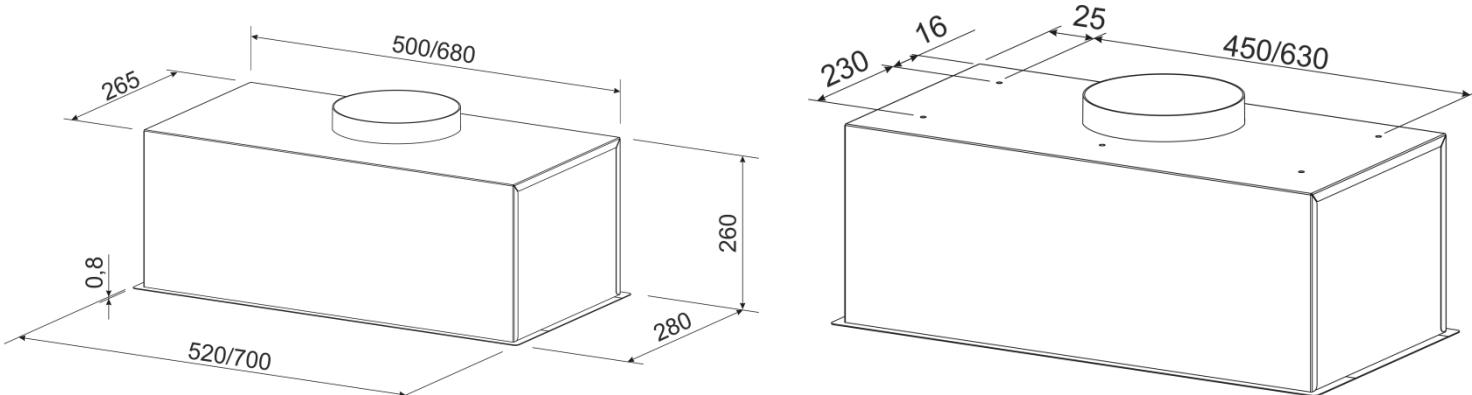

Рис.4
6.4 З врахуванням встановленої висоти і умовою прилягання витяжки до дна нижньої полки навісної меблевої шафи по раніше виготовленому паперовому шаблону розмітте і виріжте прямокутний отвір згідно габариту $273 \times 510 / 690$ мм (рис.4) вмонтованої частини витяжки.
6.6.1 Виготовте паперовий шаблон з координатами отворів (рис.4), прикладіть шаблон до полиці меблевого гарнітура (рис. 5.1).